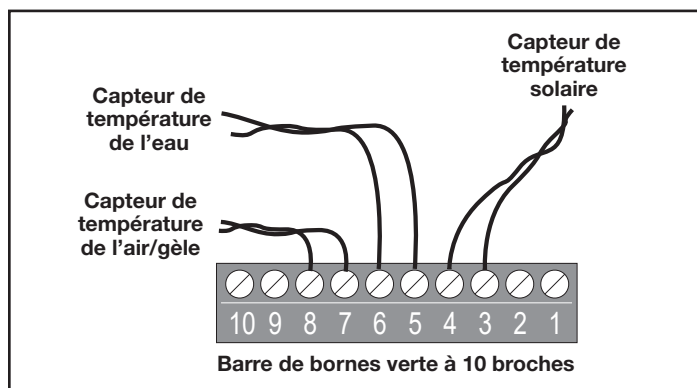

Figure 20. Câblage du capteur de température pour une combinaison piscine/spa
4. Passez le fil jusqu'à la centrale électrique, en passant par le circuit à basse tension. Coupez l'excédent de fil. Dénudez la gaine du fil de 15,24 cm (6 po), puis dénudez chaque fil de 6 mm (¼ po). Connectez les fils du capteur à la barre de bornes verte à 10 broches (voir la figure 20).